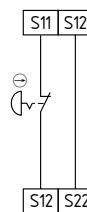

Fig.5
**Circuito de PARAGEM DE EMERGÊNCIA de canal único com dispositivos de comando conforme EN ISO 13850 e EN 60947-5-5 (ver Fig. 5)**